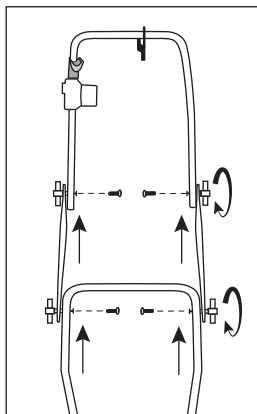

Рис. 2.2
- закрепите фиксирующие ручки и затяните (рис. 2.2);